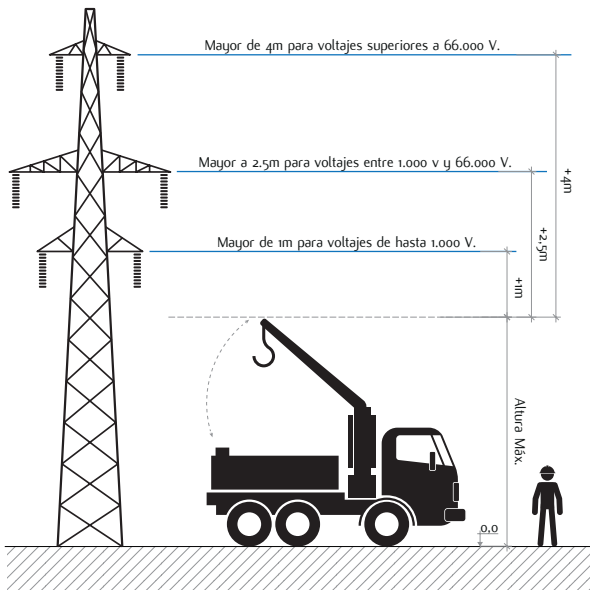

Figura 1. Distancias de seguridad eléctrica.
1.24. En caso de realizar trabajos en cercanía a líneas eléctricas aéreas se debe tener especial cuidado con la operación de maquinarias que, por su extensión, puedan hacer contacto accidental con dichas líneas. Se debe mantener una distancia de seguridad de acuerdo a la tensión del elemento (Figura 1):